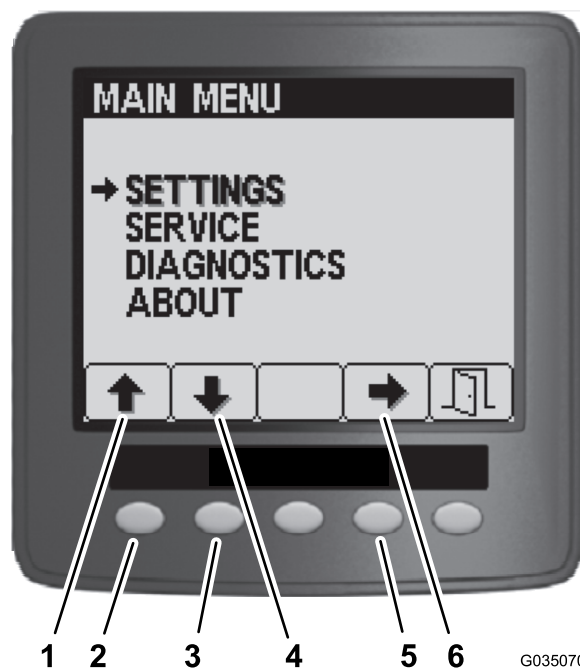

Figura 150
3. Nel menu principale, premete il pulsante 1 o il pulsante 2, fino a quando non viene evidenziata l'opzione Settings (Impostazioni) e premete il pulsante 4 per navigare ai menu Settings (Figura 150).